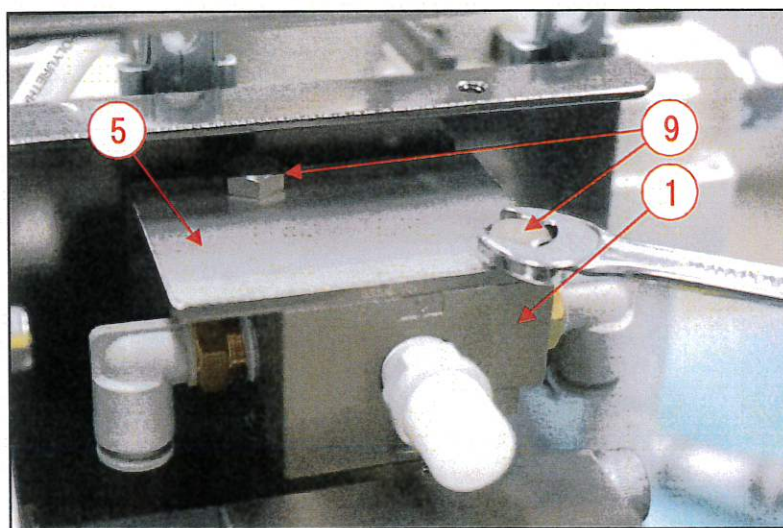

図 4 - 1 エアオペレートバルブの取付け
2. [1] エアオペレートバルブと [9] 六角ボルト 2 本を、スパナ (10mm) を用いて [5] エアオペレートバルブ取付板に取付けてください。(図 4 - 1 参照)